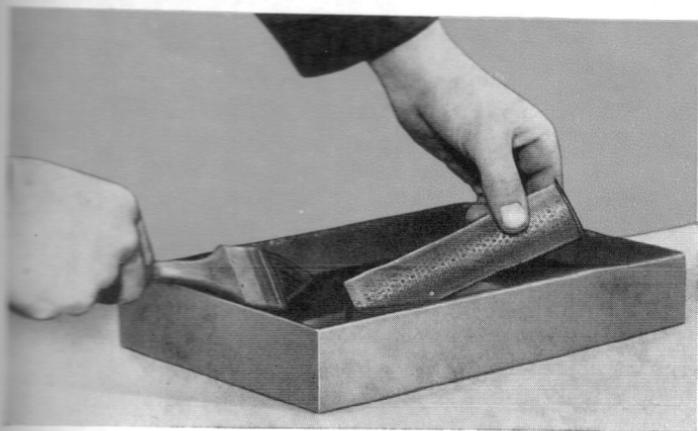

Fig. 27
1. Vidanger quand la machine est chaude, rincer le moteur avec de l'huile HD SAE 10 ou de l'huile de rinçage; la demie charge respectivement charge jusqu'au repère inférieur suffit. Laisser tourner le moteur pendant 20 minutes à vide, à régime accéléré, vidanger l'huile de rinçage, nettoyer le tamis à huile dans le carter (Fig. 27 et 28) et remplir le moteur avec l'huile HD SAE 10 prescrite.